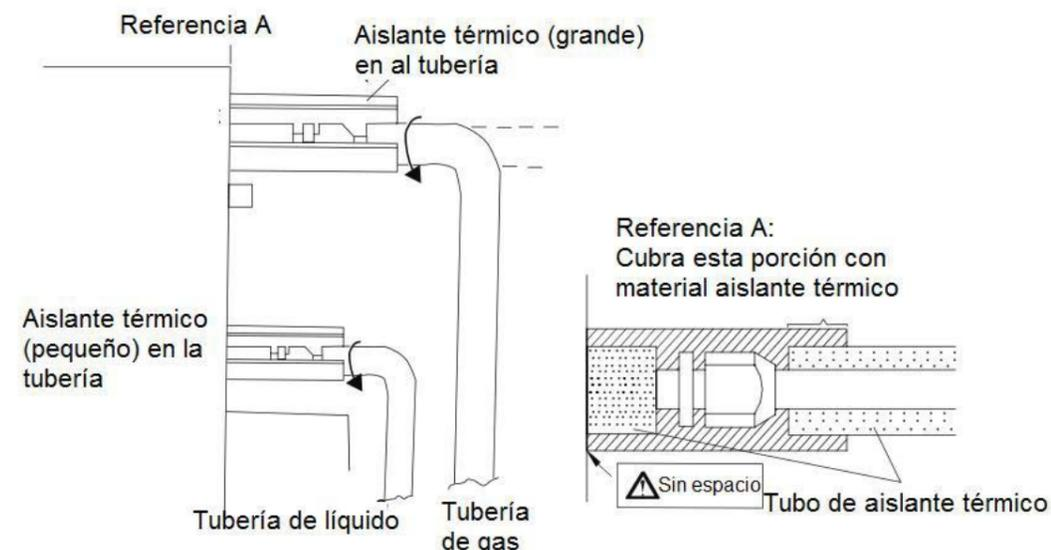

Figura 19
- (1) El pegado con cinta debe ser realizado desde la parte más baja hacia la parte más superior.
- (2) Todas las tuberías deben estar unidas con cinta y deben quedar aseguradas para evitar que el agua vuelva a la habitación (ver Figura 19).
- (3) Asegure todas las tuberías a la pared con los soportes.